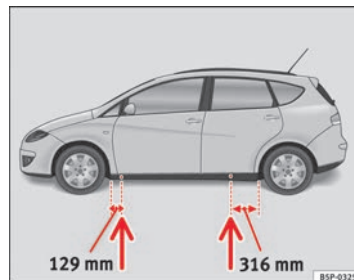

Fig. 181 Points d'appui du cric
- Cherchez sur le bas de caisse le point d'appui le plus proche de la roue à changer ⇒ fig. 181.
Des empreintes sur le bas de caisse à l'avant et à l'arrière du véhicule indiquent les points d'appui du cric ⇒ fig. 181. Un emplacement a été prévu pour chaque roue. Le cric ne doit pas être positionné à d'autres endroits.